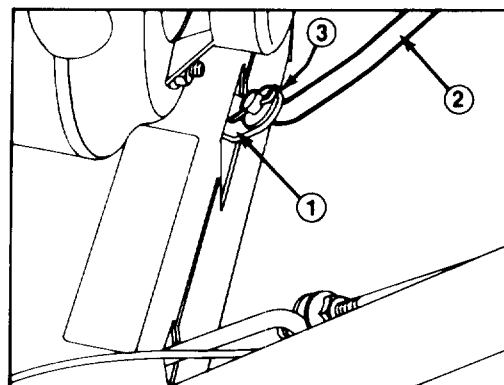

Figure 7
1. Tirez le bras du sélecteur de vitesse aussi loin que possible (Fig. 7) et mettez la manette de commande située sur la plaque de commande en position MARCHE ARRIÈRE (R) pour faciliter le montage.
2. Montez la tige de sélecteur de vitesse sur le bras de sélecteur, ajoutez une rondelle plate sur la tige de sélecteur et fixez à l'aide d'une goupille fendue (Fig 7).